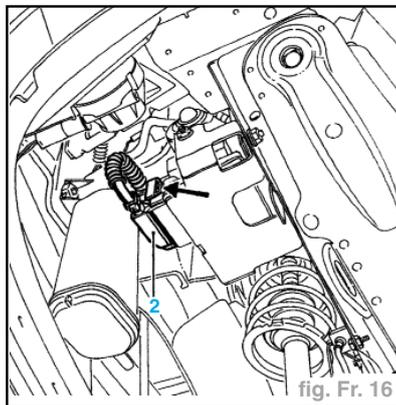

fig. Fr. 16
- Débrancher le connecteur à 25 voies après l'avoir décliné en tirant vers l'avant du véhicule (patte orange) (fig. Fr. 16).